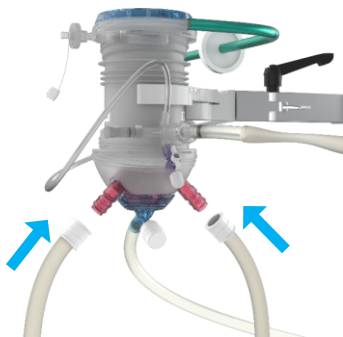

Abbildung 14 Anschluss des Thermoschlauchsystems an die Oxygenatoren.
- Schließen Sie das Thermoschlauchsystem mithilfe der Wasseranschlüsse (Abbildung 7, Ziffer 25) an die Oxygenatoren (Abbildung 14) an. Jeder Oxygenator verfügt über zwei Thermoschlauchanschlüsse, und jeder Anschluss kann als Ein- oder Auslass verwendet werden. Es ist sicherzustellen, dass ein Schlauch an den Thermoeinlass und einer an den Thermoauslass angeschlossen ist (Abbildung 7).